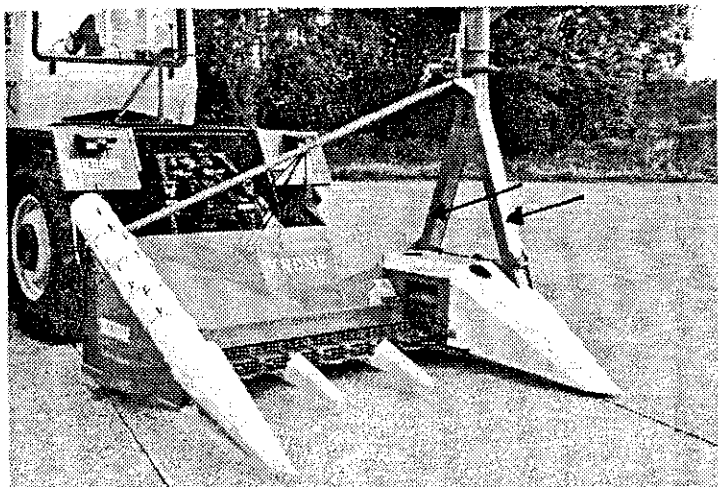

Abb. 74
1. Kontrollieren, ob beide Wurfschächte 100%-ig frei sind. (Abb. 74 siehe Pfeile)